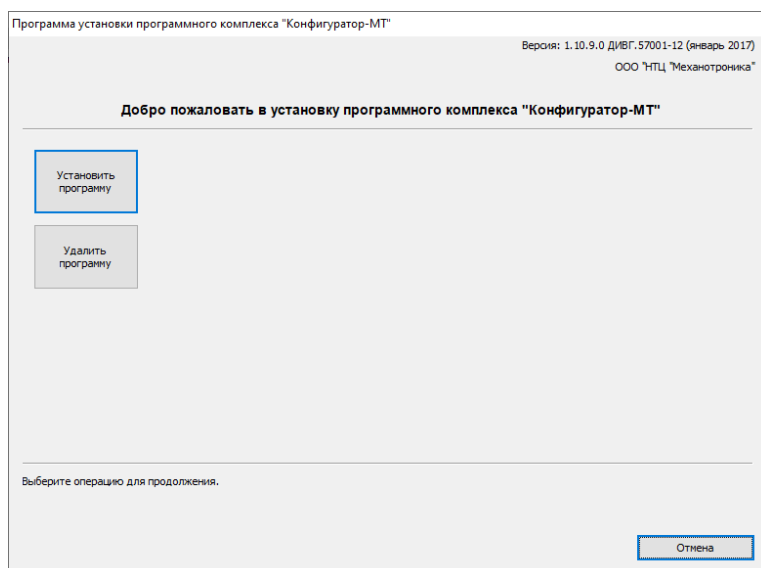
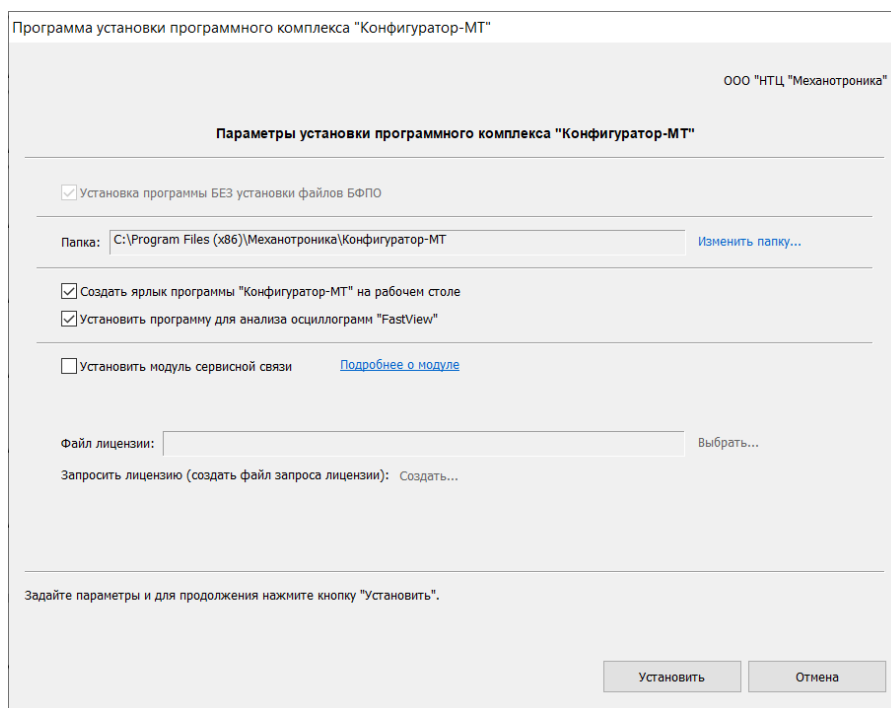
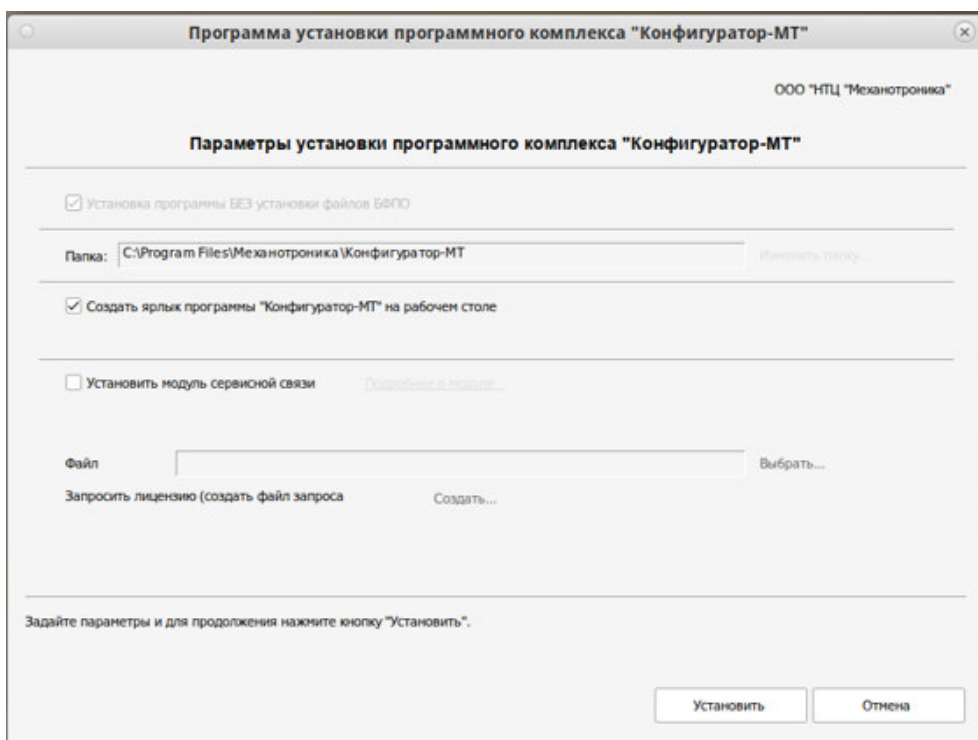

Рисунок 1
Рисунок 3
Рисунок 15
3.1.1.4 В открывшемся окне (рисунок 1) следует нажать кнопку "Установить программу". В окне параметров установки (рисунок 3) необходимо выбрать папку для установки программного комплекса, указать необходимость создания ярлыка "Конфигуратор-МТ" на рабочем столе.
3.3.2.9 В открывшемся окне (рисунок 1) следует нажать кнопку "Установить программу". В окне параметров установки (рисунок 15) необходимо выбрать папку для установки программного комплекса, указать необходимость создания ярлыка "Конфигуратор-МТ" на рабочем столе.
3.5.1.5 В открывшемся окне "Программа установки программного комплекса "Конфигуратор-МТ"" (рисунок 1) нажать кнопку «Удалить программу».